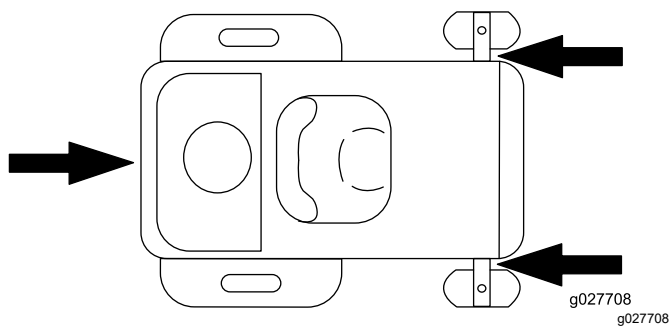

Figuur 32
2. Rij de machine vooruit de oprijplaat af (Figuur 32).